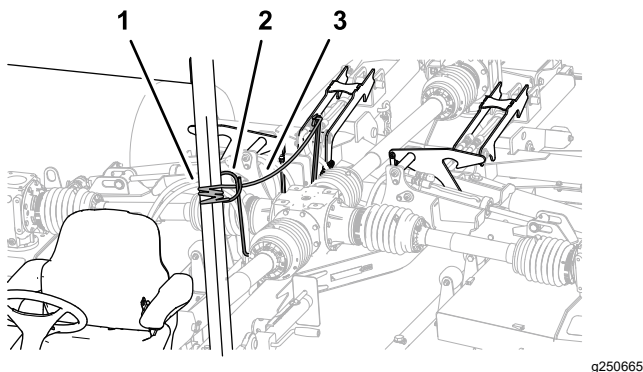

Figura 34
1. Enrute la cuerda de bloqueo de las carcasas desde la guía de manguera hacia el asiento del operador (Figura 34).
- Amarre la cuerda a un componente fijo del chasis del vehículo de remolque, como por ejemplo el tubo del ROPS (Figura 34).